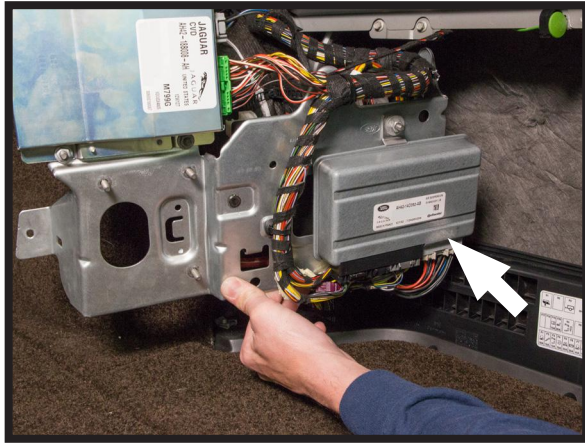

FIGURE 67
3. LOCATE THE AIR SUSPENSION CONTROL MODULE BEHIND THE FUSE PANEL. MAKE NOTE OF THE BLACK 20-PIN CONNECTOR. (FIGURES 67, 68)